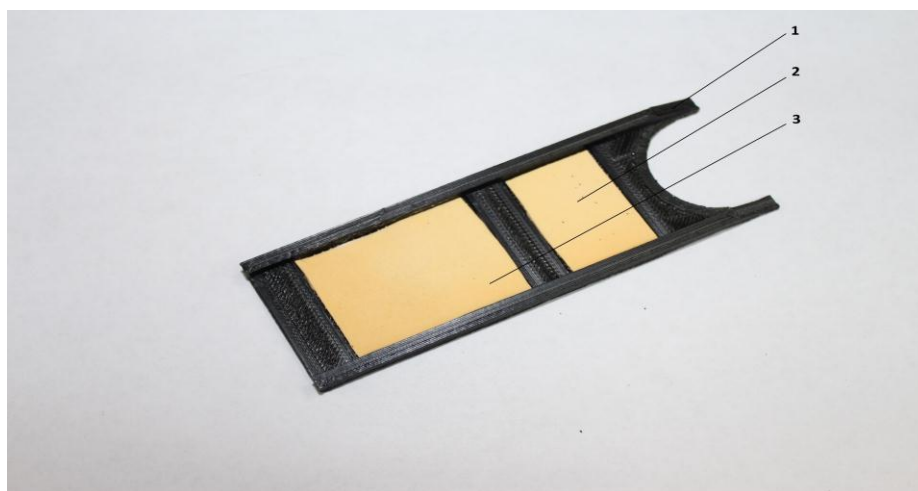

Рисунок 6. Внешний вид щетки
3.3.1.1.1 Очистка поверхности датчика пыли проводится через порт очистки с помощью специальной щетки БВЕК 610000.600 (рис. 6). На поверхности щетки закреплены две гигроскопичные чистящие поверхности (малая и большая), которые смачиваются моющим раствором БВЕК 610000.700 (чистящая поверхность малая) и дистиллированной водой (чистящая поверхность большая).